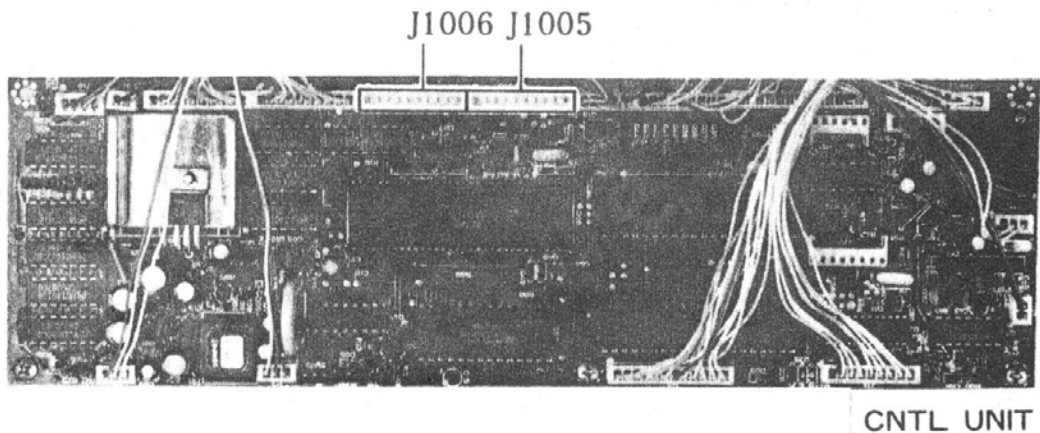

Figure 7
7) Repérez sur la Fig. 2 et dans l'appareil les 2 groupes de 2 connecteurs suivants : Embase 13 points J-1005 et J-1006 sur le module CNTL UNIT (Fig. 7) d'une part.